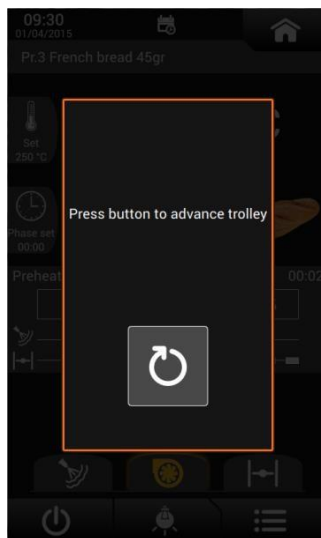

Рисунок 51
• **Немедленная остановка:** тележка немедленно останавливается при открытии дверцы, и появляется всплывающее окно с надписью: «НАЖМИТЕ КНОПКУ, ЧТОБЫ ПЕРЕМЕСТИТЬ ТЕЛЕЖКУ». Нажмите указанную кнопку, чтобы вручную контролировать вращение тележки до конца хода (Рисунок 51).